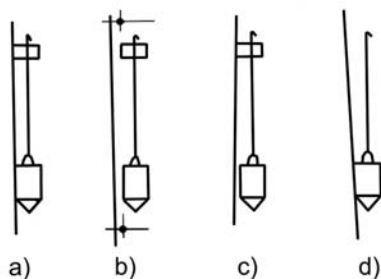

Figura 8
- 4º) A argamassa que sobrar (expelida) durante o assentamento deve ser raspada com a colher de pedreiro, podendo ser devolvida à caixa de massa para ser reutilizada (Figura 8).